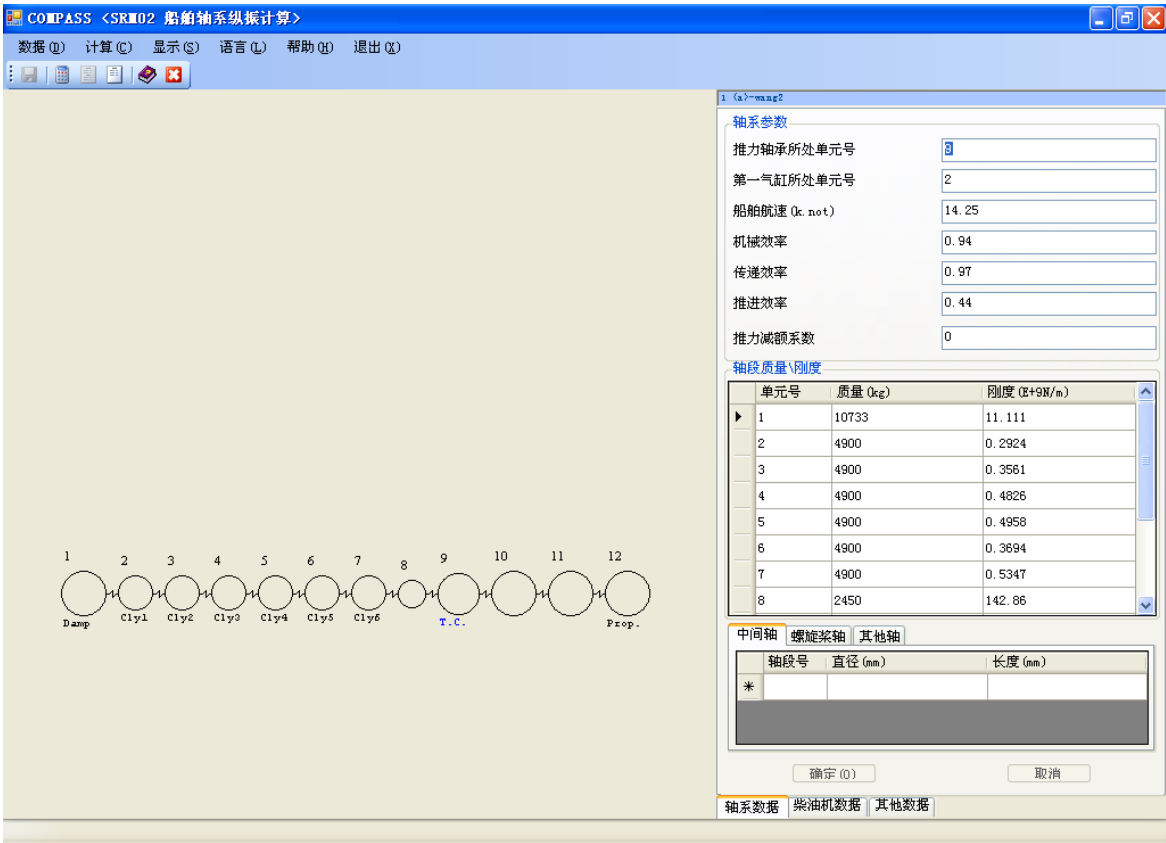

图 4.3 轴系当量图与推力轴承所处单元号的交互
- 当用户单击“推力轴承所处单元号”或“第一气缸所处单元号”编辑框时，当量图中相应的标志字体颜色变蓝，如图 4.3：